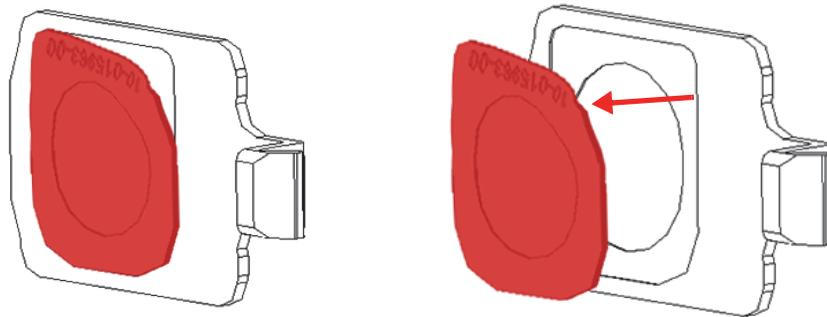

Abbildung 4-6 Gelöste Ecke des Messfensters (links), gelöstes Messfenster (rechts)
- ◆ Lösen Sie eine Ecke des Messfensters und ziehen Sie es von der Messfensterplatte ab (Abbildung 4-6 auf Seite 66).